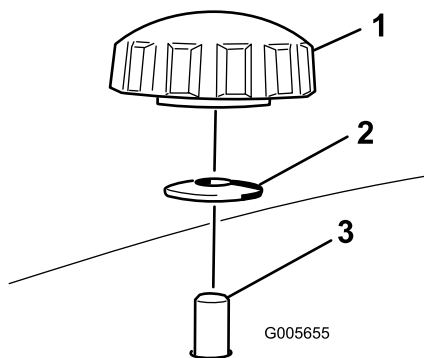
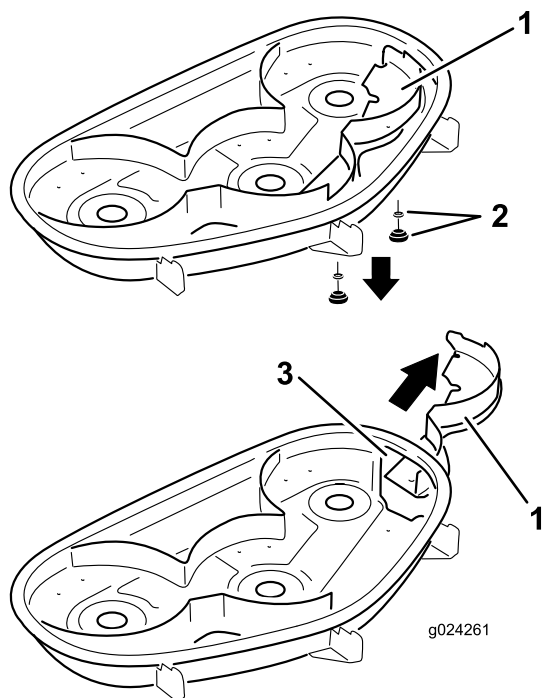

Bild 28
Bild 29
4. Nehmen Sie die beiden Handräder und die Wellenscheiben ab, mit denen das rechte Ablenkblech am Mähwerk befestigt ist (Bild 28).
5. Nehmen Sie das rechte Ablenkblech ab und senken Sie das Grasablenkblech über der Auswurfkanalöffnung ab, wie in Bild 28 und Bild 29 dargestellt.
5. Schieben Sie das rechte Ablenkblech unter das Mähwerk und befestigen Sie es mit zwei Handrädern und Wellenscheiben (kappenförmige Seite zum Mähwerk), wie in Bild 28 und Bild 29 abgebildet.